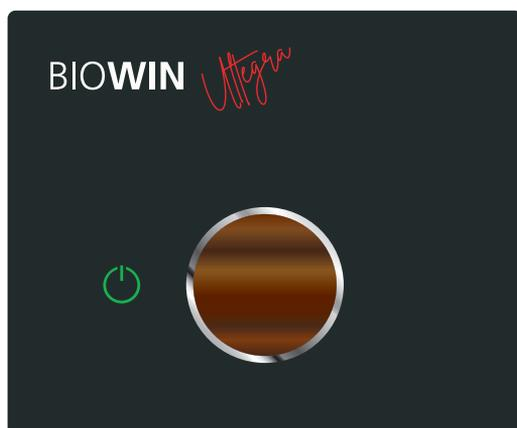

Fig. 44 BioWIN Ultegra désactivé
- ▶ Éteindre la chaudière à l'aide du bouton myMagic  et attendre que la phase d'extinction soit terminée (le symbole  est allumé en permanence et le cercle coloré sous le bouton myMagic est éteint – Fig. 44).
- ▶ Arrêter la chaudière au moyen du bouton myMagic  (voir point 12.5 sur la page 24) et attendre que l'extinction soit terminée, le symbole  s'allume en permanence et le cercle coloré est éteint (env. 20 min.) – Fig. 44.